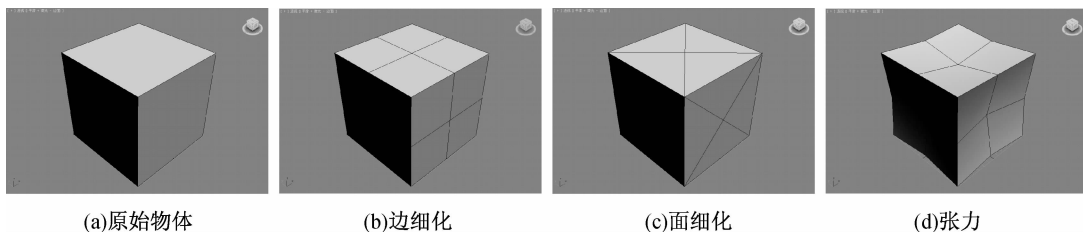

图 5-26 细化处理 ▲
- 细化:单击其后的  按钮,可打开“细化选择”对话框。在“细化选择”对话框中可对物体细分处理以得到更多的面,如图 5-26 所示。